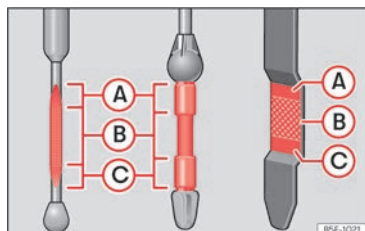

Abb. 248 Ölmesstab
- »» (Abb. 248). Füllen Sie gegebenenfalls Motoröl nach.
• Wenn der Ölstand mindestens den Bereich »» **(Abb. 248) (B)** erreicht hat, vorsichtig den Deckel des Einfüllstutzens aufschrauben »» **(1).** Motoröl-Spezifikation »» **S. 375.**